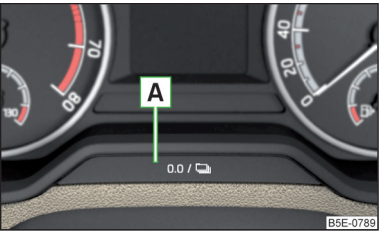

Fig. 40
El contador puede ponerse a cero pulsando la tecla **A** » fig. 40 de la pág. 52 o en el infotainment en el menú **CAR** / → → cuadro de instrumentos.
- » Mantenga pulsada la tecla **A** » fig. 40 hasta que se muestre en la pantalla el punto de menú **Hora**.